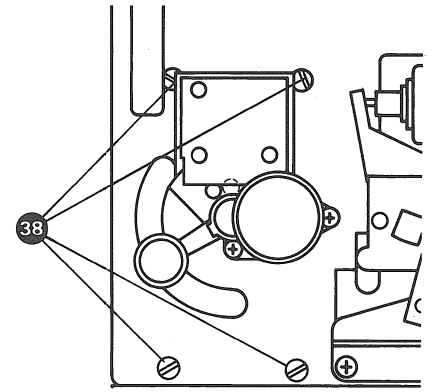

Fig. 3.16.-1
- 4 Schrauben (38) (Fig. 3.16. - 1) von der Oberseite lösen.
- Remove 4 screws (38) (fig. 3.16. - 1) from the front of the recorder.
- Dévisser les 4 vis (38) (Fig. 3.16. - 1) de la partie supérieure.